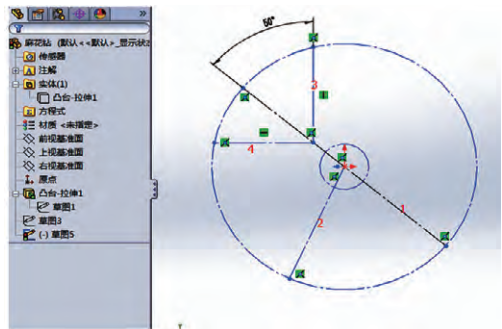

图 7
(2) 以原点为圆心绘制两个圆，绘制过圆心的两条线（线 1 和线 2），绘制竖直的线 3、水平的线 4 相交于线 1，线 1 与线 3 的夹角为 50° ，再将两个圆和四条线都转为构造线，如图 7 所示（后文皆用构造线 1、2、3、4 来表示这四条线）。